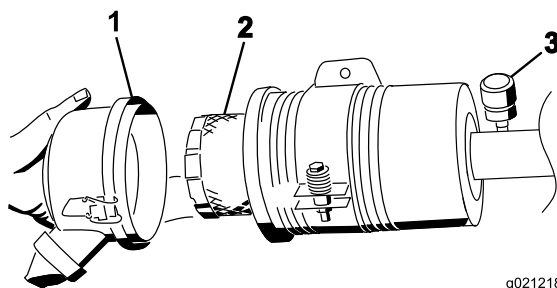

Figure 47
3. Déposez et remplacez le filtre (Figure 47).